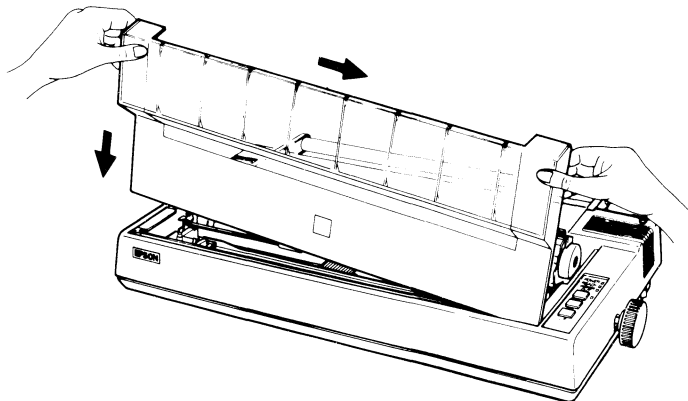

Fig 3.2 Demontering av skrivarens lock
2) Skjut det åt höger och drag upp vänster sida. Se fig 3.2.